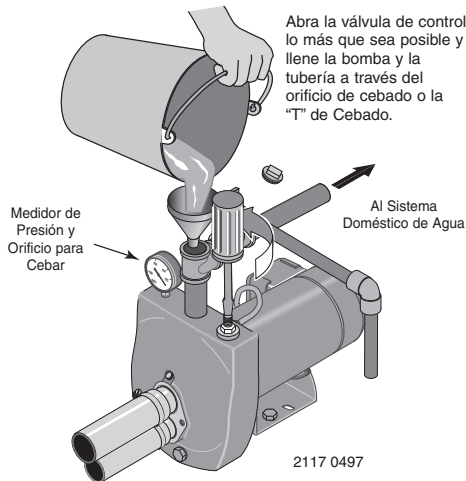

Figura 10: Llenado de la Bomba
Paso 1. Abra la válvula de control lo más que sea posible (vea la Figura 10). Después retire el tapón de cebado de la bomba y llénela, llenando toda la tubería entre la bomba y el pozo; asegúrese de que toda la tubería en el pozo esté llena. Si también instaló una "T" de cebado en la tubería de succión, retire el tapón de la "T" y llene la tubería de succión.